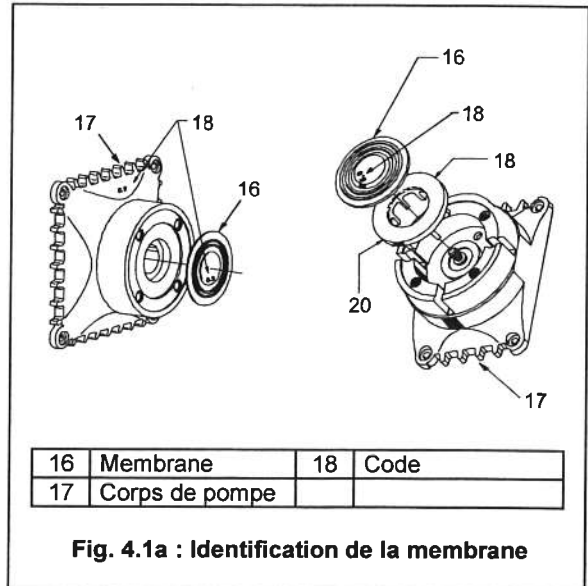

Fig. 4.1a : Identification de la membrane
4. Démonter le doseur. Dévisser la membrane. Nettoyer le logement de la membrane et la plaque d'appui. Vérifier la taille de la membrane de remplacement, le code (0,5 - 0,9 - 1,8 - 3,0 - 6,0) figure sur la membrane et sur la plaque d'appui du corps de pompe (voir figure 4.1a).